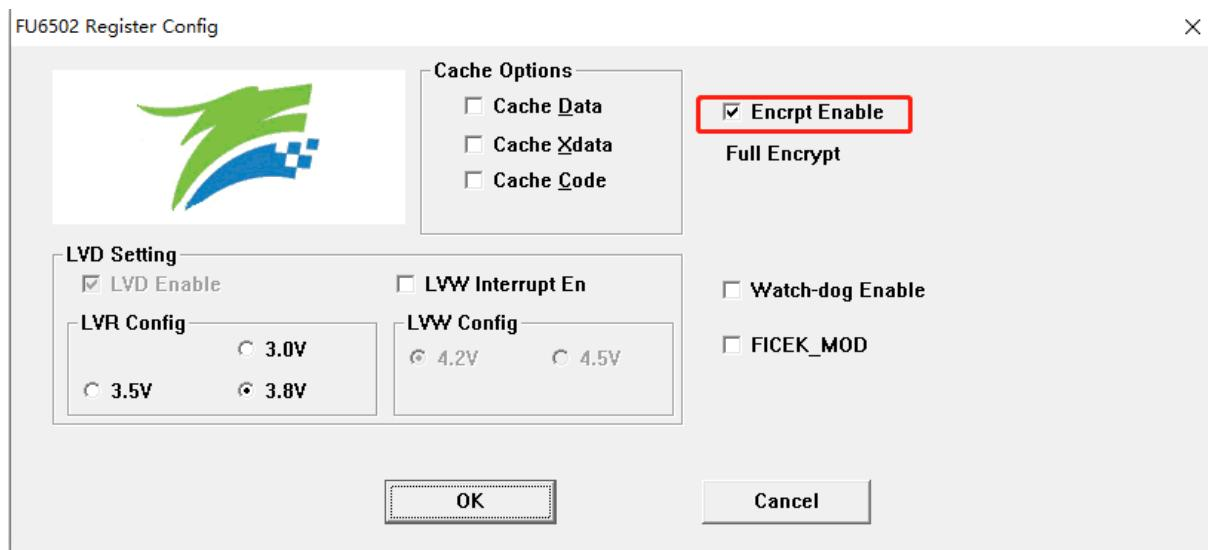

图 32-2 代码保护全保护模式
2. 按照图 32-2 所示进行选择并设置，点击 OK。然后编译工程并下载，得到 BIN 文件并烧录到 Flash 后即可达到代码保护的效果。